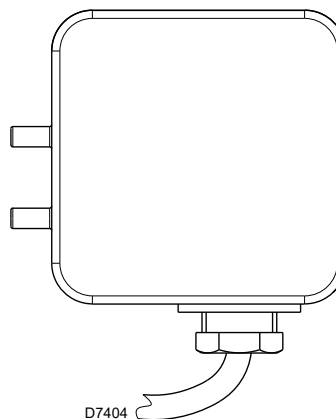

Fig. 24
- Regular el presostato aire (Fig. 24) en el inicio de la escala.
Regule el presostato aire tras haber realizado todas las demás regulaciones del quemador con el presostato aire (Fig. 24) regulado al inicio de la escala.